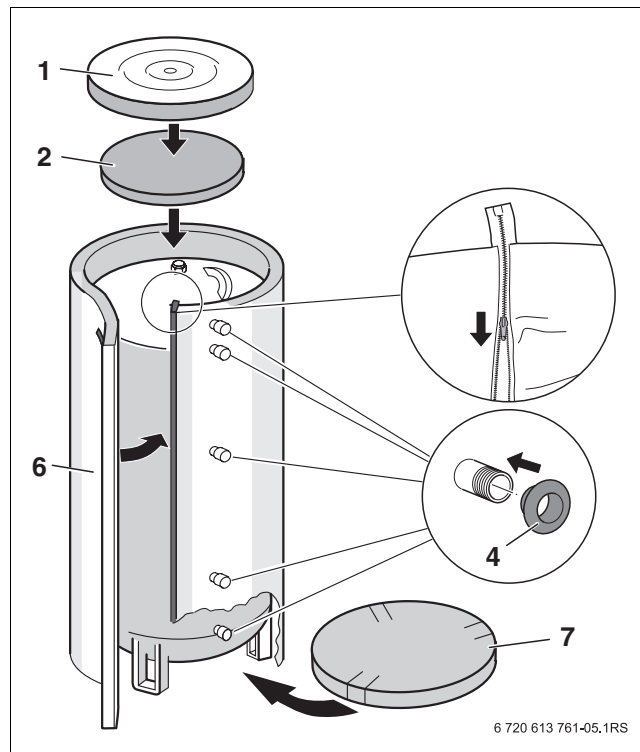
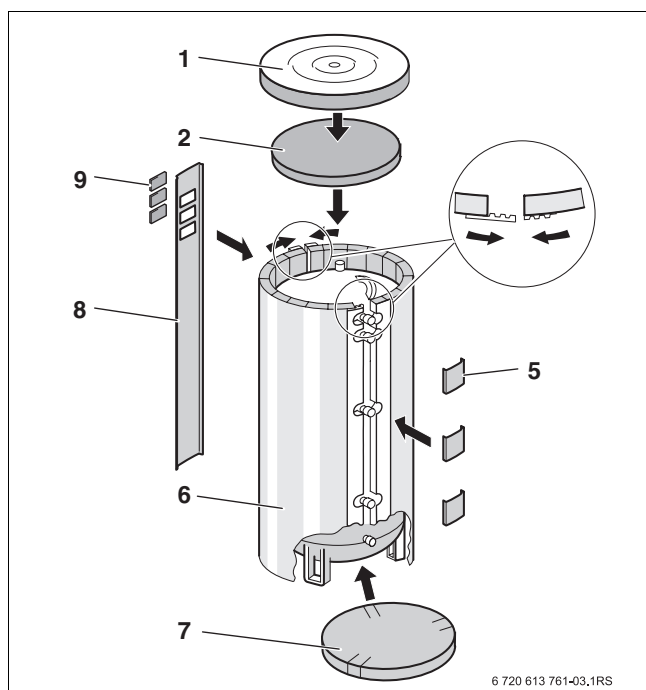

Bild 7 Montage Wärmedämmung bei P 500/750/1000 S-80
Bild 8 Montage Wärmedämmung bei P 500/750/1000 S-120
- ▶ Untere Weichschaumisolierung (→ Bild 7 und Bild 8, (7)) mit Löchern für Stellfüße unter den Speicher schieben.
- ▶ Obere Weichschaumisolierung (→ Bild 7 und Bild 8, (2)) einlegen und Speicherhaube (→ Bild 7 und Bild 8, (1)) auflegen. Dabei auf vollständige Wärmedämmung des Speichers achten.